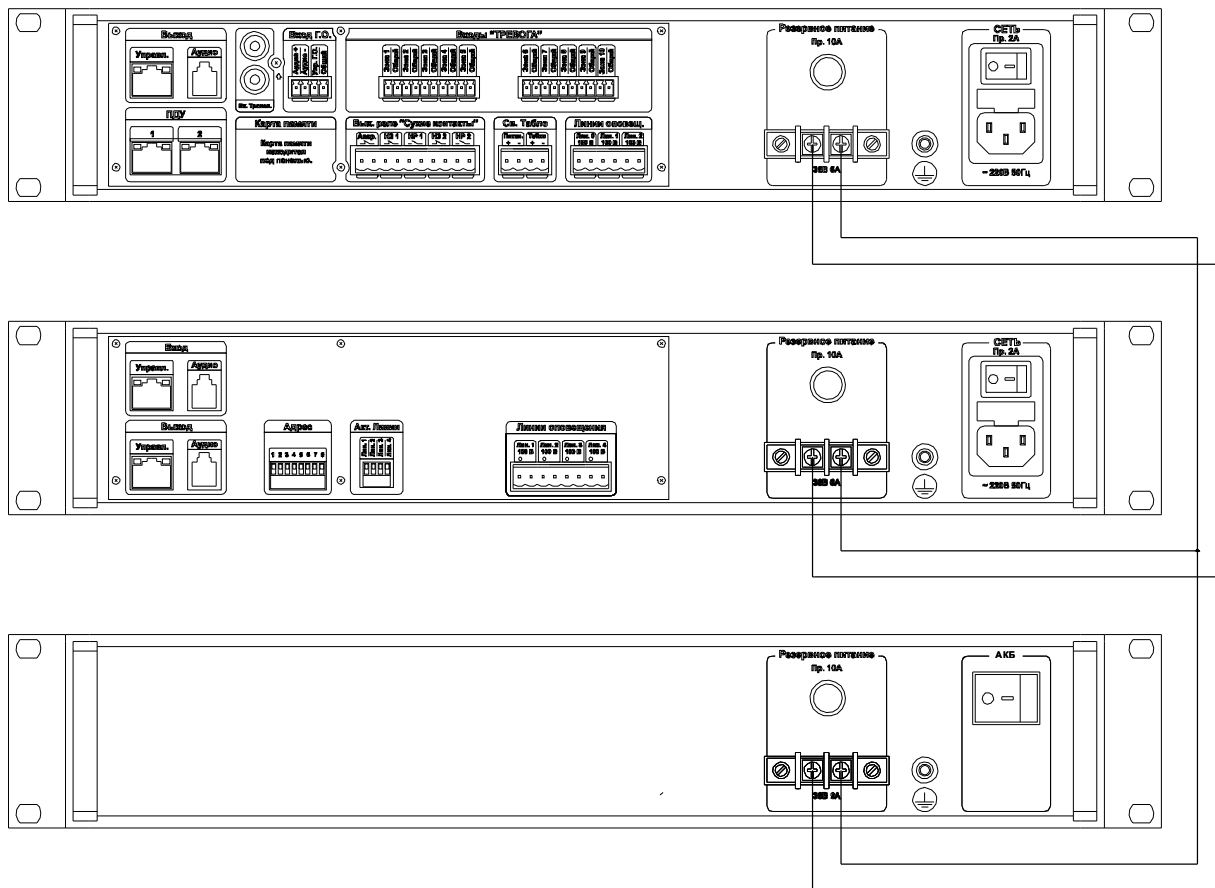

Рис.3 Типовая схема включения блока резервного питания БРП-36/7 (БРП-36/14).
Типовая схема включения блоков БРП-36/7 (БРП-36/14) показана на Рис. 3.
3.2 Соедините клеммы «**36В 9А**» с аналогичными клеммами «**36В 9А**» или «**36В 6А**» любого блока системы, или параллельно с несколькими блоками одновременно, кабелем сечением не менее 2,5 кв мм, соблюдая полярность. (Рис. 3)